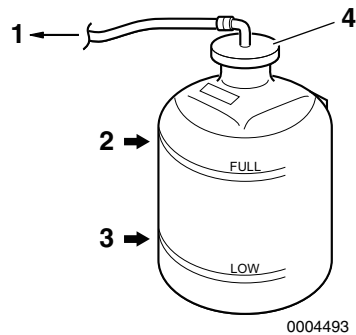

Figura 12
6. Controllare il livello del liquido refrigerante nella vaschetta di recupero. Il livello deve essere sulla tacca del PIENO (FULL) (**Figura 12, (2)**).
7. Rimuovere il tappo della vaschetta di recupero (**Figura 12, (4)**) per aggiungere liquido refrigerante, se necessario. Non aggiungere acqua.
9. Controllare il tubo flessibile di gomma (**Figura 12, (1)**) collegando la vaschetta di recupero al serbatoio del liquido refrigerante / scambiatore di calore. In caso di danni, procedere con la sostituzione.